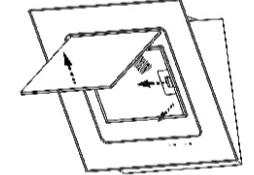

рис. 4
6.1.1 Перед установкой вытяжки снимите алюминиевый фильтр (рис. 4).
- потяните за нижний край откидной панели, как показано на рис.4 и откройте ее;
8.3 Для очистки алюминиевого фильтра извлеките его из вытяжки (рис.4). Произведите очистку фильтра с помощью щетки горячим водным раствором нейтрального моющего средства вручную или в посудомоечной машине (при 60°C). Сильно загрязненный фильтр не следует мыть в посудомоечной машине вместе с посудой.